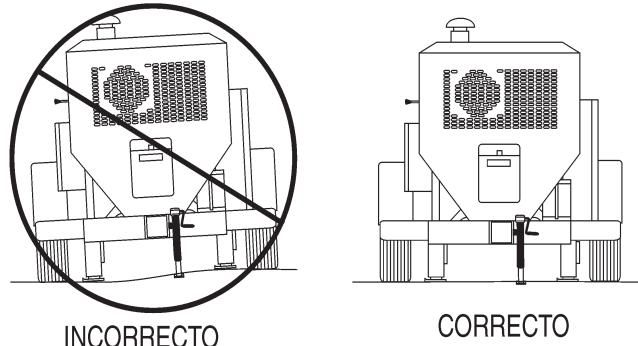

Figura 17. Despliegue del estabilizador trasero
3. Coloque ambos estabilizadores en firme (no sueltos **nivelados**) (Figura 17).